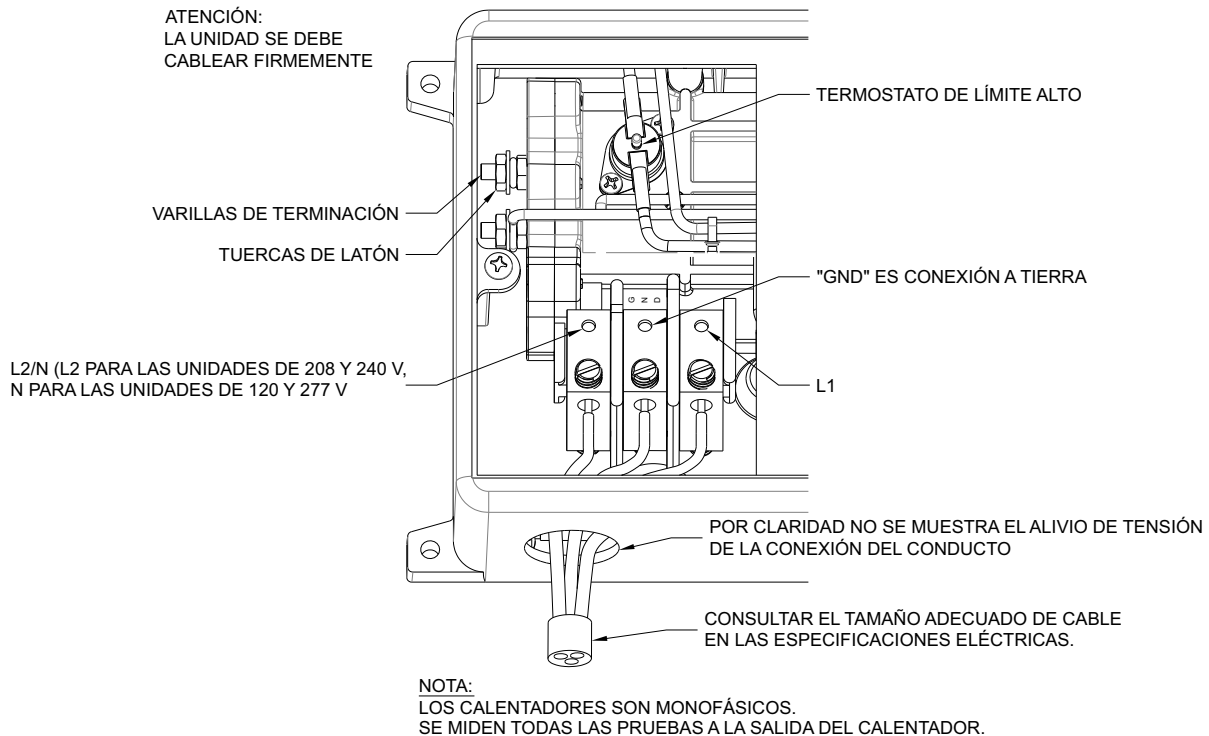

FIGURA 2 CONEXIÓN DE CABLES
1. Conectar cables de suministro eléctrico de tamaño adecuado y protegidos por un interruptor a las terminales de alimentación en el calentador según se muestra en el diagrama de cableado de la Figura 2.
6. **Termostato de límite alto**, corta la energía en el cortacircuitos. Retirar la cubierta. Presionar el botón de restablecimiento en el módulo. Consultar la Figura 2 para ver la ubicación. Volver a colocar la cubierta. Encender el interruptor. Si persiste el problema, comuníquese con la fábrica.